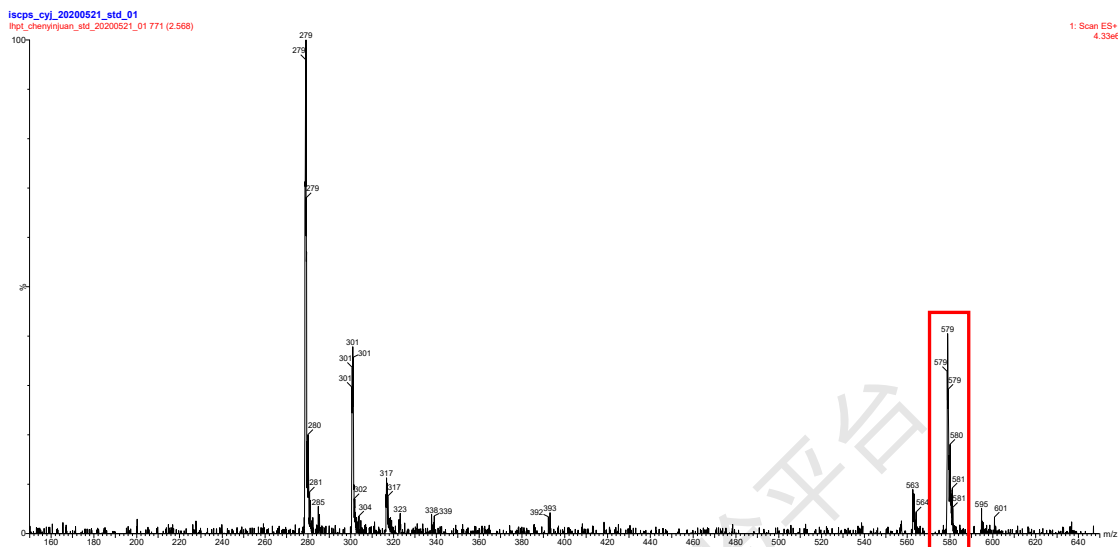
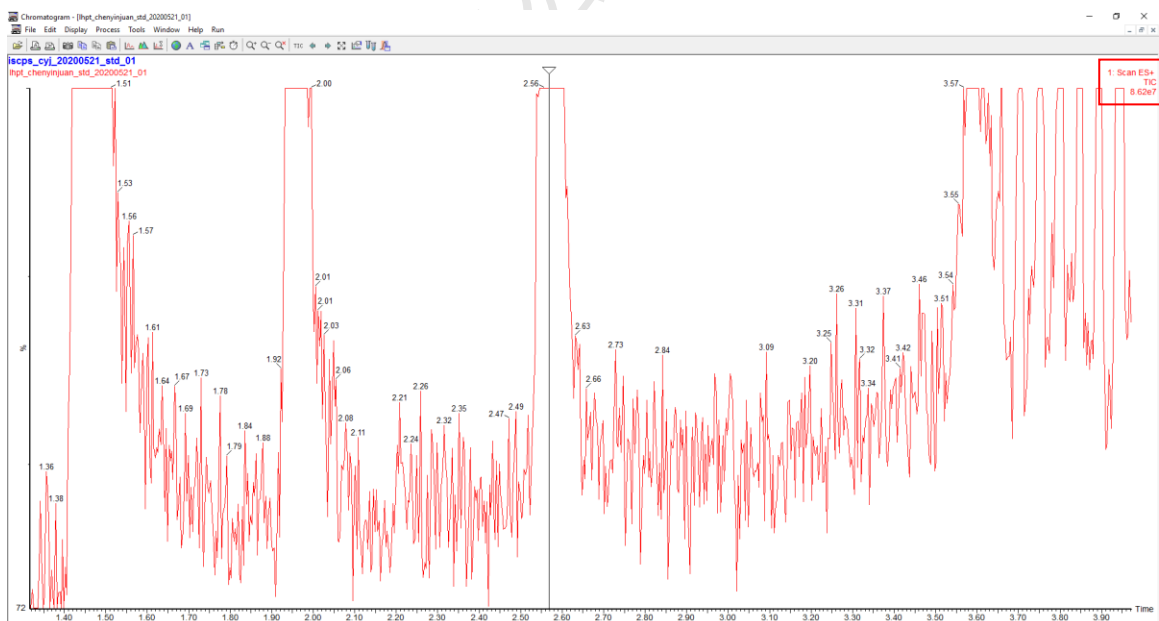

图6-40
图6-41
- 在MassLynx主界面, 选中运行的样品行, 点击Chromatogram, 默认显示全离子流色谱图 (TIC), 点击目标产物出现的色谱峰位置 (如2.56min), 弹出保留时间在2.56min的质谱图这 (图6-40);
- 在图6-40中, 双击目标离子的质谱峰 (如 $m/z=579$), 出现 $m/z=579$ 离子出现的提取离子色谱图 (图6-41);
- 在图6-41中, $m/z=579$ 离子出现的提取离子色谱图, 右上角显示目标离子的强度值。